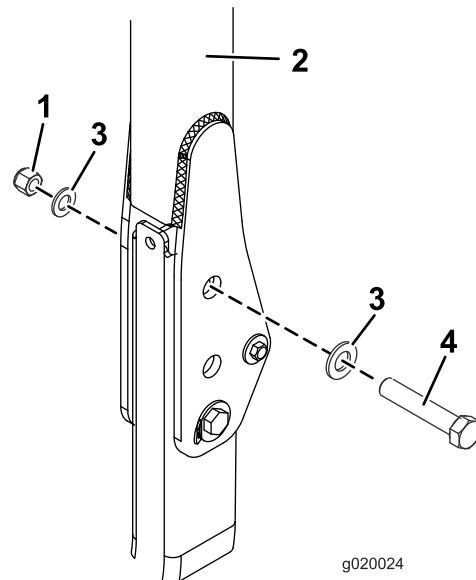

図 30
3. 図 30 に示すように、ワッシャ 13/16 x 1 1/2" を各ボルト 3/4 x 4" に組み付ける。
4. ピンを抜いた穴に、ボルトとワッシャを取りつける図 30。
5. 図 30 のように各ボルトにもう 1 枚のワッシャを入れ、ナット 3/4" で固定する。各ナットを 323-396 N·m 33-40 kg.m = 238-292 ft-lb にトルク締めする。
6. ROPS のピボットボルト 図 30 をトルク締めする 91-113 N·m 9.3-11.5 kg.m = 67-83 ft-lb。これはサンシェードの重みで ROPS が揺れるのを防止するためである。